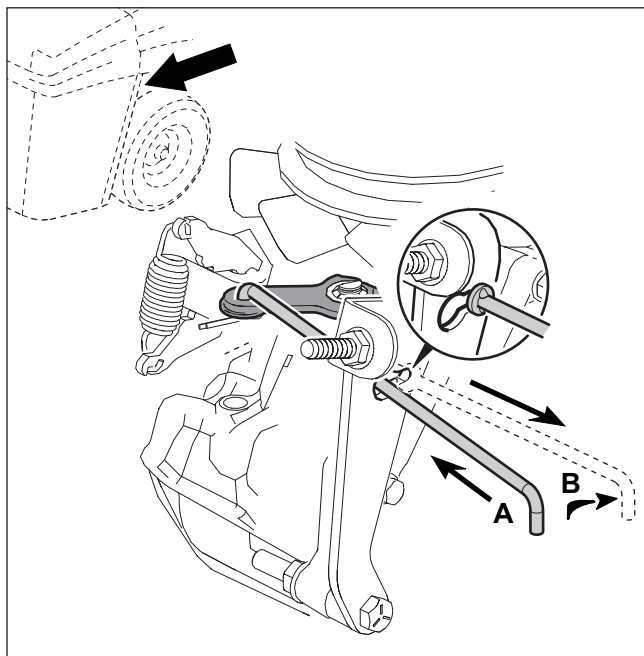

Figura 12
1. La desconexión de la transmisión automática debe estar en la posición de MARCHA (consulte **A** en la **Figura 12**).
2. Mueva y bloquee la desconexión de la transmisión automática a la posición de EMPUJAR (consulte **B** en la **Figura 12**). Ahora la transmisión está liberada y se puede empujar la unidad.